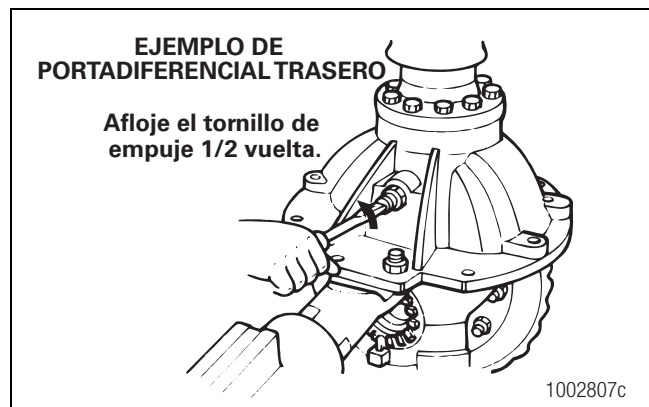

Figura 5.78
4. Afloje el tornillo de empuje media vuelta o 180 grados. Figura 5.78.